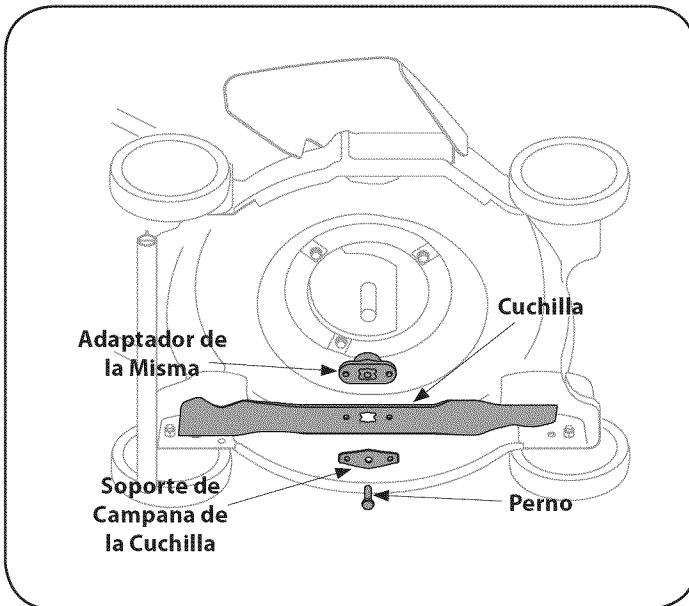

Figura 15
2. Saque el perno y el soporte de campana de la cuchilla que sostienen la cuchilla y el adaptador de la misma al cigüeñal del motor. Vea la Figura 15.